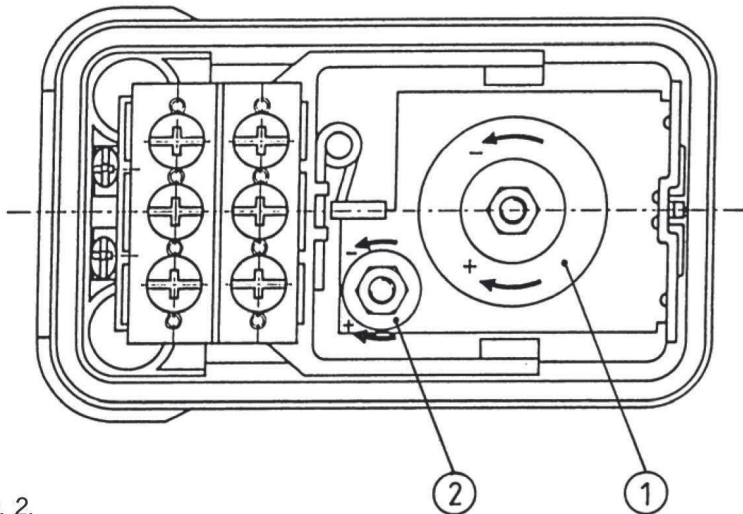

Рис. 2.
- Установить требуемое давление поворотом гайки (рис. 2).
- Проверить давление выключения на манометре и корректировать его, если требуется, поворотом гайки (рис.2, поз.1).
- Давление включения устанавливается регулировочной гайкой (рис.2, поз.2).